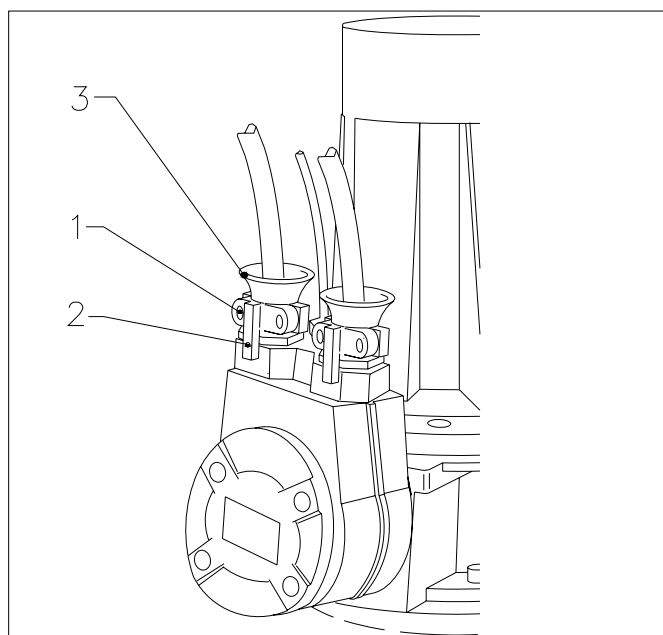

Fig. 7.3
Fig.7.3. Draai de 2 inbusbouten (1) van het invoerdeel (3) los en verwijder ze samen met het drukstuk (2). Draai het zeskant van het invoerdeel (3) met een passende sleutel aan (rechts om) totdat het invoerdeel in een positie is waarin u het drukstuk weer kunt monteren.